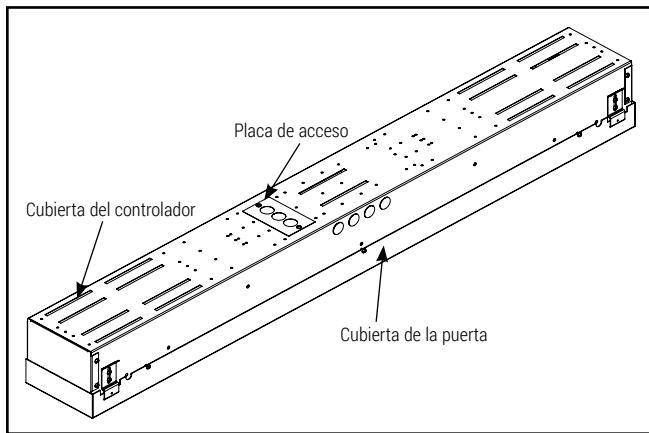

Figura 1.
1. Desconecte la alimentación en el fusible principal o en la caja del disyuntor (Figura 1).